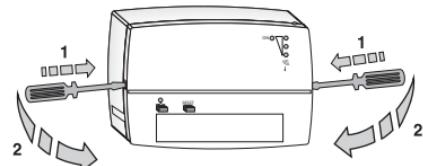

Abb. 3.i
- Führen Sie zuerst auf der einen, dann auf der anderen Seite einen Schraubendreher in die dafür vorgesehenen Schlitzte an den Seiten des Gerätes ein, üben Sie einen leichten Druck auf den Schließhaken aus und heben Sie dann mit Hilfe einer kleinen Drehung des Schraubendrehers nach vorne (wie in Abbildung 3.i) das Frontteil ab.